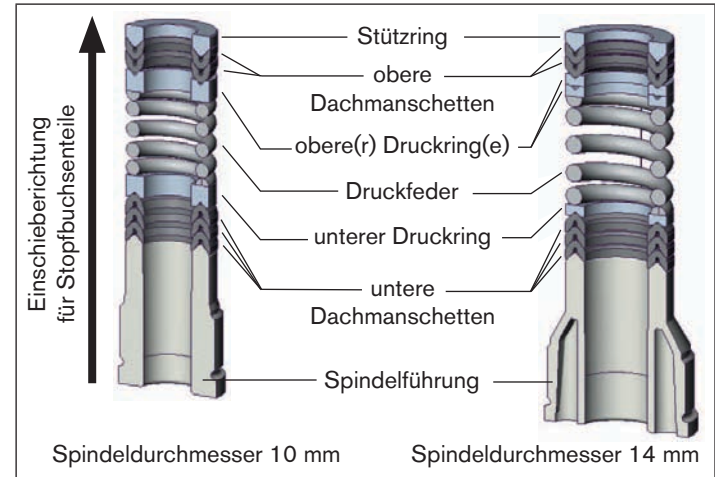

Bild 24: Dichtungssatz für Stopfbuchse
Der Dichtungssatz für die Stopfbuchse enthält (siehe „Bild 24“)
- Die Einzelteile in vorgegebener Richtung und Reihenfolge auf die Spindel stecken (wie im „Bild 24: Dichtungssatz für Stopfbuchse“ dargestellt).